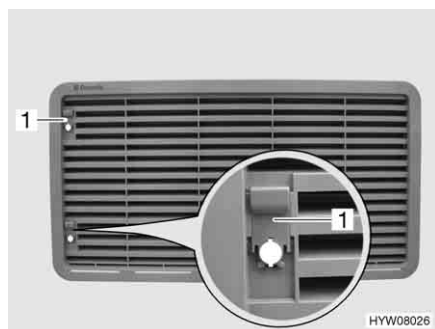

Bild 224 Kylskåpets ventilationsgaller (med spjäll)
- Skjut upp spjället (Bild 224,1).